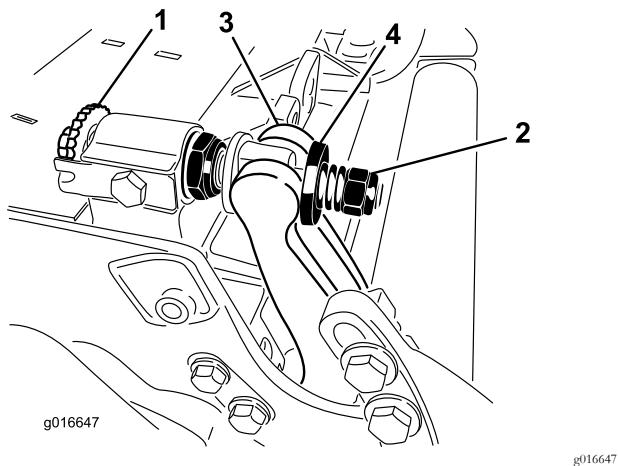

图29
1. 逆时针旋转底刀架调节螺丝将底刀后撤离开滚刀图29。
2. 退出弹簧加压螺母直到垫圈不再对底刀架图29施压。